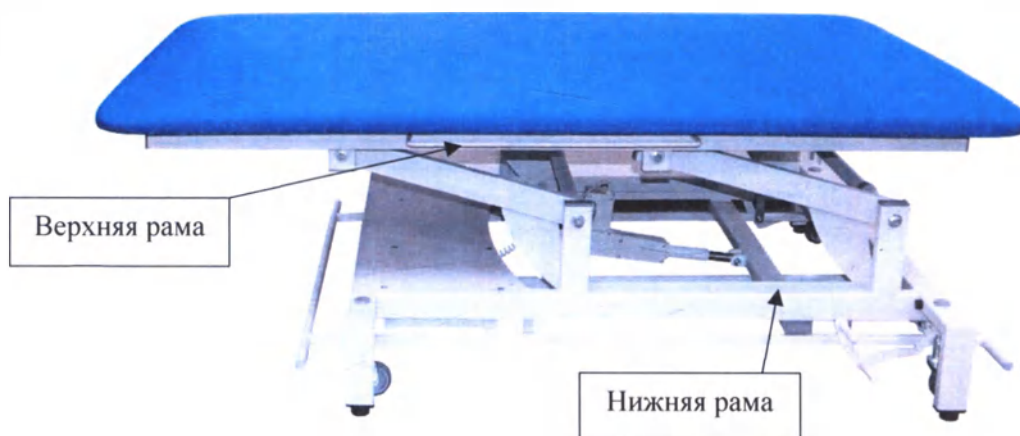

Рисунок 2 – Верхняя и нижняя рамы стола
3. Верхняя рама стола представляет собой плоскость для крепления ложа стола (см. рисунок 2).